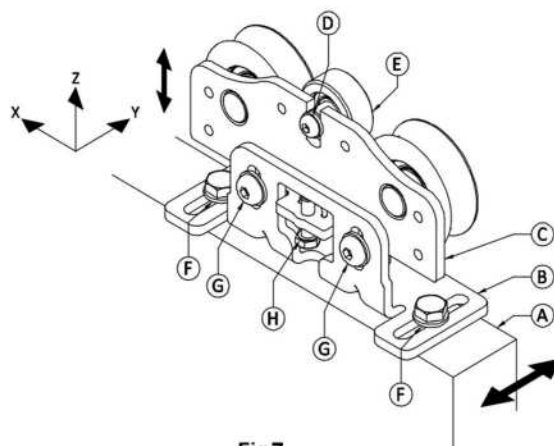

Fig.7
- Afloje los tornillos de la rueda anti-descarrilamiento Ref. D Fig.7 y bájela completamente